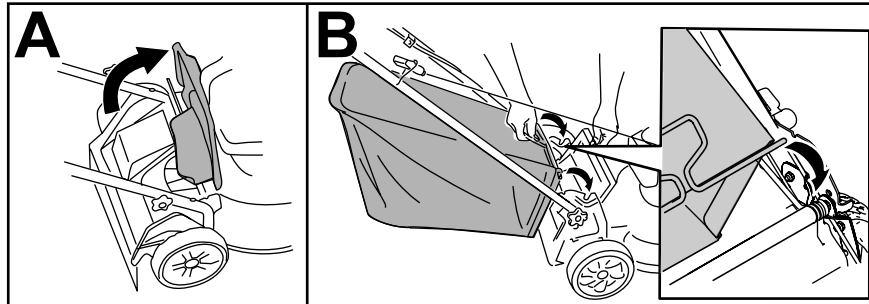

Figure 14
1. Soulevez le déflecteur arrière et maintenez-le dans cette position (A de Figure 14).
2. Montez le bac à herbe en veillant à insérer les ergots dans les crans de la poignée (B de Figure 14).